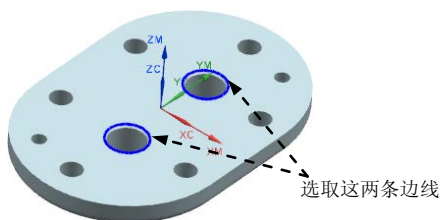

图 19.17 选择孔
Step1. 指定钻孔点。单击“钻”对话框 **指定孔** 右侧的  按钮, 系统弹出“点到点几何体”对话框, 单击 **选择** 按钮, 系统弹出“点位选择”对话框; 在图形区选取图 19.17 所示的孔边线, 分别单击“点位选择”对话框和“点到点几何体”对话框中的 **确定** 按钮, 返回“钻”对话框。